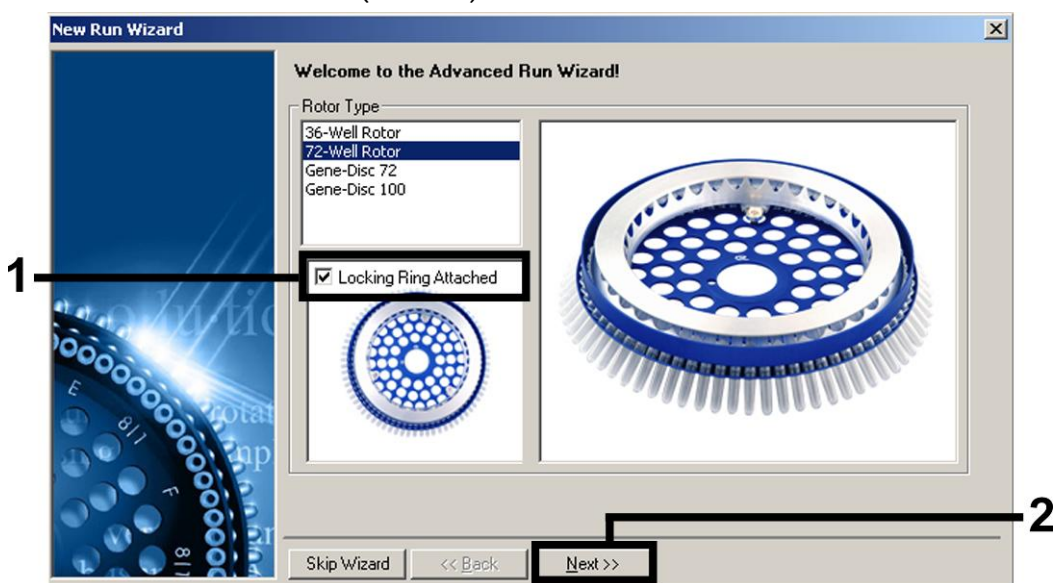

Figura 1. Finestra di dialogo "New Run Wizard" (Procedura guidata nuovo processo).
3. Aprire la finestra di dialogo "New Run Wizard" (Procedura guidata nuovo processo) (Figura 1). Selezionare la casella "Locking Ring Attached" (Anello di bloccaggio collegato) e cliccare su "Next" (Avanti).